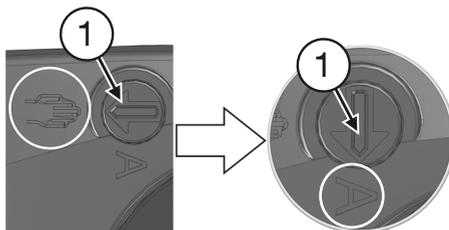

Fig. 18
- Resetați **comutatorul de funcționare (1)** înapoi pe **modul automat**. Pentru aceasta, **roțiți comutatorul cu 90° spre stânga** folosindu-vă de o șurubelniță, astfel încât fanta să se afle în poziție verticală și vârful săgeții să indice spre **A** (fig. 18).